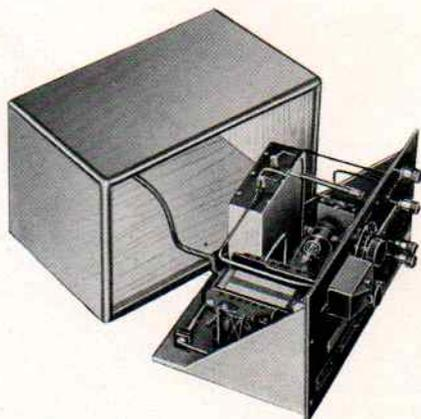

Fig. 3
- C 2 Dispositif d'alimentation simplifié** permettant d'obtenir en utilisant le courant d'un réseau alternatif 50 périodes, des tensions d'anode de 1250 et 2500 volts, appareillage complet monté dans un coffret en ébénisterie (fig. 3) **1 440.—**
L'appareil C 2 (figure 3) constitue un dispositif d'alimentation simplifié